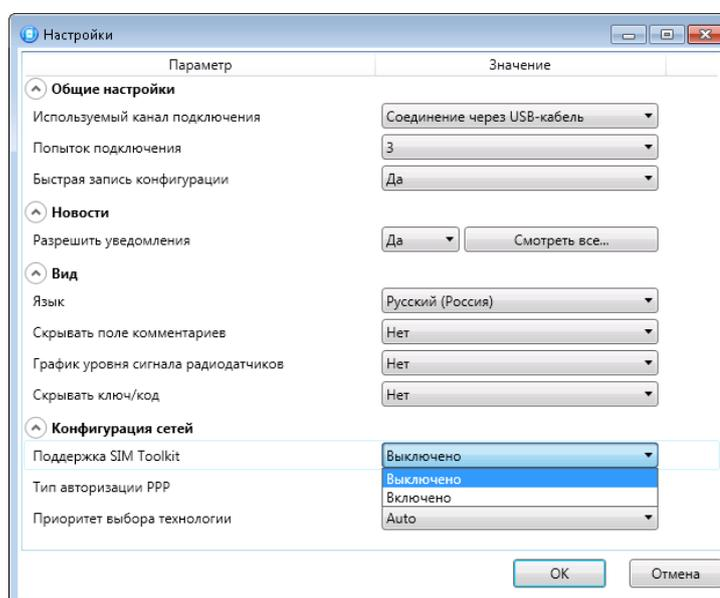

Рисунок 16.10 — Окно «Настройки»
2. В открывшемся окне «Настройки» (см. рисунок 16.10) выберите для параметра «Поддержка SIM Toolkit» значение «Включено» или «Выключено».